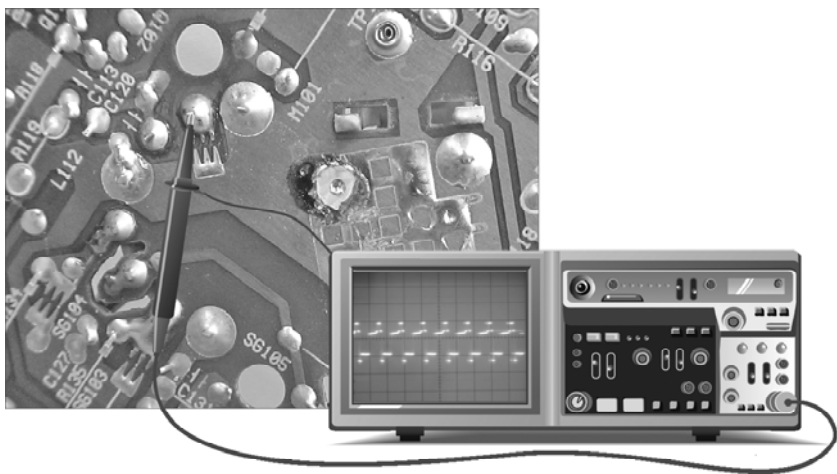

图 2-21 显像管插座 M101⑤脚 B 信号输入
最后检测显像管插座 M101⑤脚的 B 信号输入是否正常, 具体检测方法是将示波器的探头放在⑤脚的焊点上, 此时示波器屏幕会有 B 信号波形, 如图 2-21 所示。